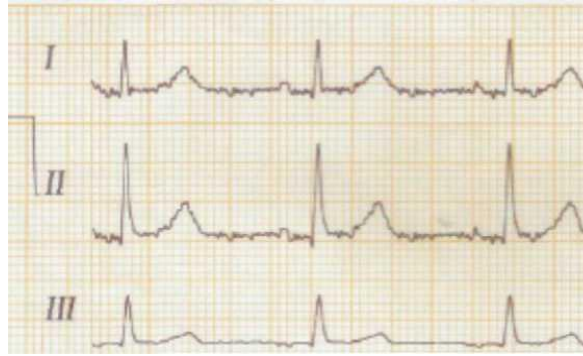

Рис. 8-2
6) Електроміографічні (ЕМГ) перешкоди (див. Рис. 8-2)